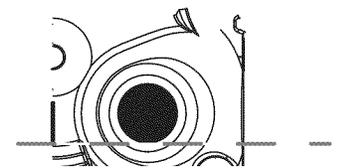

Fig. 18
4. Instale la cuchilla nueva y la tuerca (Fig. 18).
5. La mirada en el petróleo llena hoyo, utiliza una linterna si necesitado. El petróleo debe estar tocando apenas las interiores la mayoría de los hilos (Fig. 18).